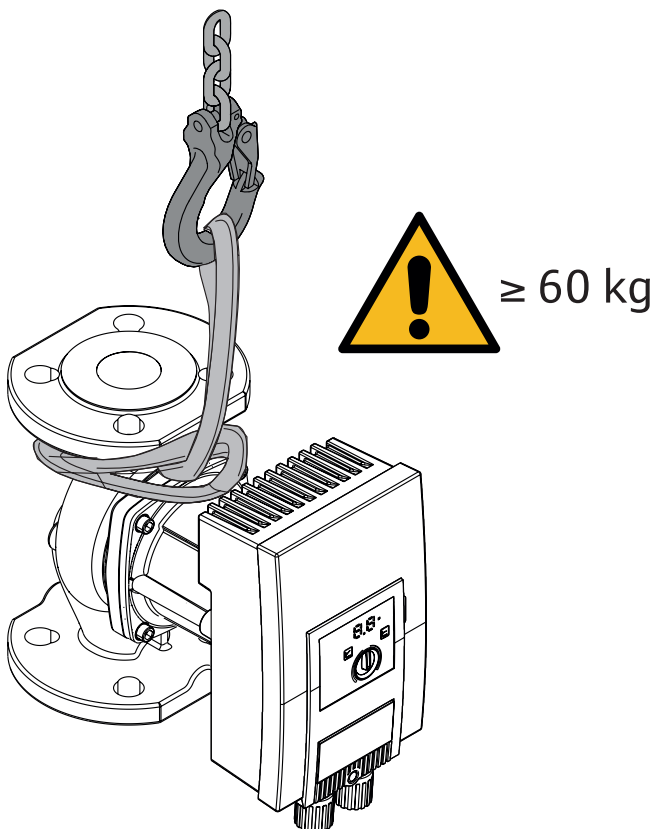

Fig. 3: Transport
- Pompa se transportă apucată numai de motor sau de carcasa pompei → Fig. 3.